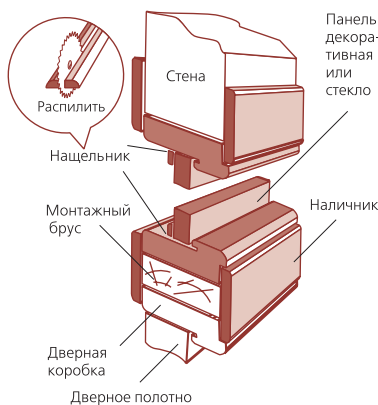

Рис. 10
- 8.4 Установить сверху дверного блока монтажный брус 36x70 мм (рис.10, 11).